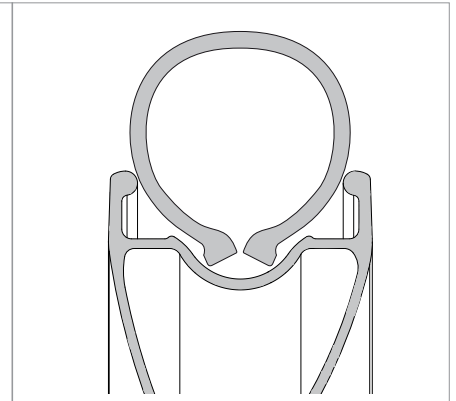

Fig.14
- Monter le deuxième talon du pneu en commençant par le côté opposé à la valve (Fig.14).